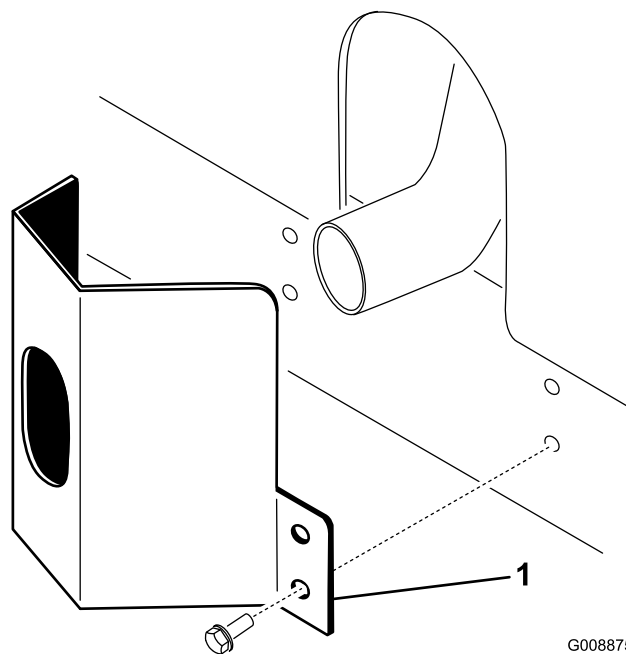

Figura 11
- Fissate la protezione della marmitta sul telaio con quattro viti autofilettanti (Figura 11).
- Collocate la protezione della marmitta attorno al silenziatore, allineando contemporaneamente i fori di fissaggio con i fori nel telaio (Figura 11).